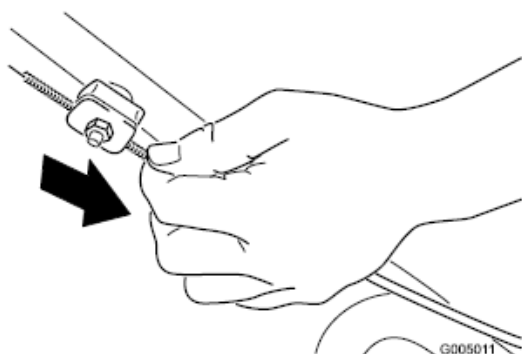

Figure 29
2. Pociągnąć pancerz linki w dół do momentu zlikwidowania luzu linki (Fig. 29).